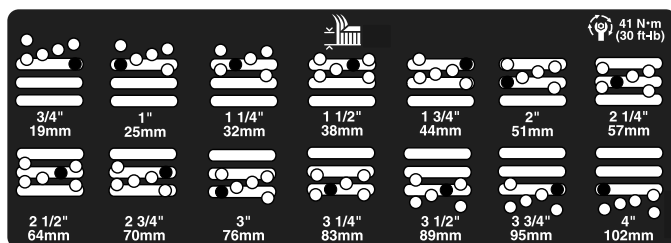

図 22
5. 希望の刈り高にチェンバを合わせ、その刈り高の穴とスロットにスペースを通す 図 22。